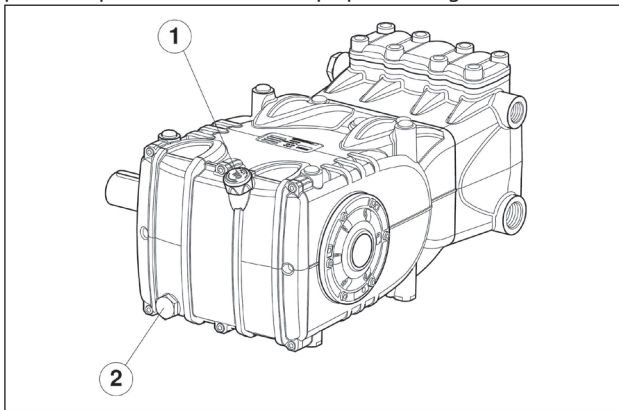

Fig. 1
Para retirar o óleo, deve-se retirá-lo: a haste do nível do óleo pos. ①, e posteriormente a tampa pos. ②, (Fig. 1).